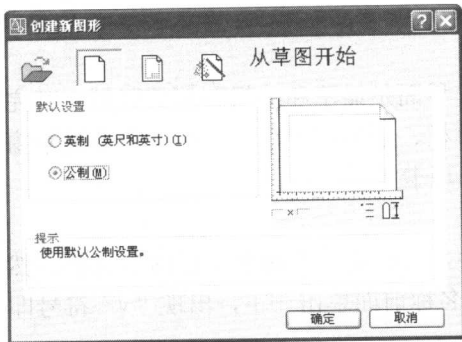
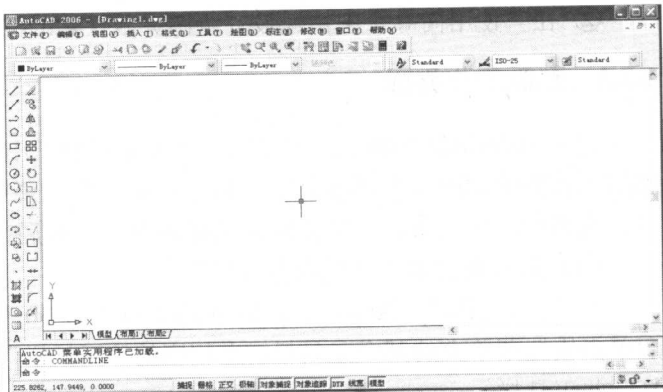

图 1.6 “创建新图形”对话框
图 1.7 AutoCAD 2006 工作界面
(1) 创建新图形文件 单击“标准”工具栏中，出现图 1.6 所示的“创建新图形”对话框，选择“从草图开始”，默认设置“公制”，单击“确定”，进入图 1.7 所示的 AutoCAD 2006 工作界面。